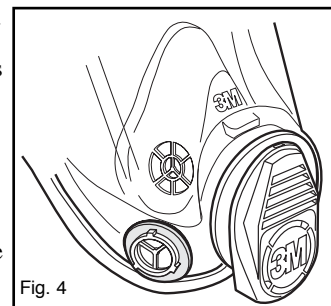

Fig. 4
2. Instale los empaques nuevos en los conectores de tipo bayoneta del puerto de inhalación de la pieza facial. Asegúrese que estén en la posición correcta por debajo de las tres pestañas de cada puerto tipo bayoneta. (Fig. 4)